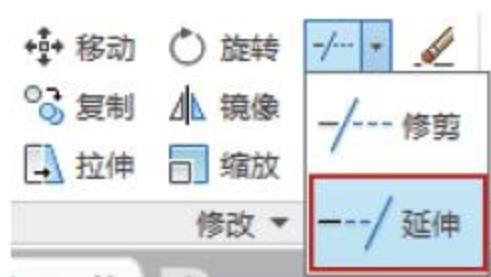

图4-95 单击按钮
- 功能区: 在【默认】选项卡中,单击【修改】面板中的【延伸】按钮,如图4-95所示。